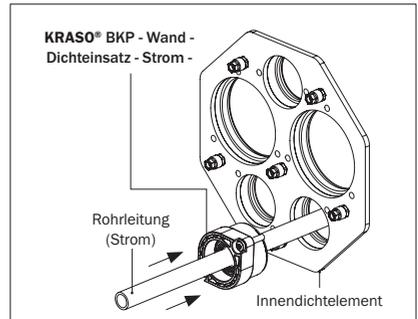

Abbildung 15.3: Montage **KRASO® BKP - Wand - Dichteinsatz - Strom** - innenseitig
- Schieben Sie den **KRASO® BKP - Wand - Dichteinsatz - Strom** - mit der Gummidichtung voraus über die Rohrleitung bis in das Innendichteelement des **KRASO® Bauherren-Komfortpakets - Wand - NFE**. Beachten Sie, dass die Schraublöcher am Dichteinsatz und die Kernlöcher im Innendichteelement übereinander liegen (s. Abbildung 15.3).